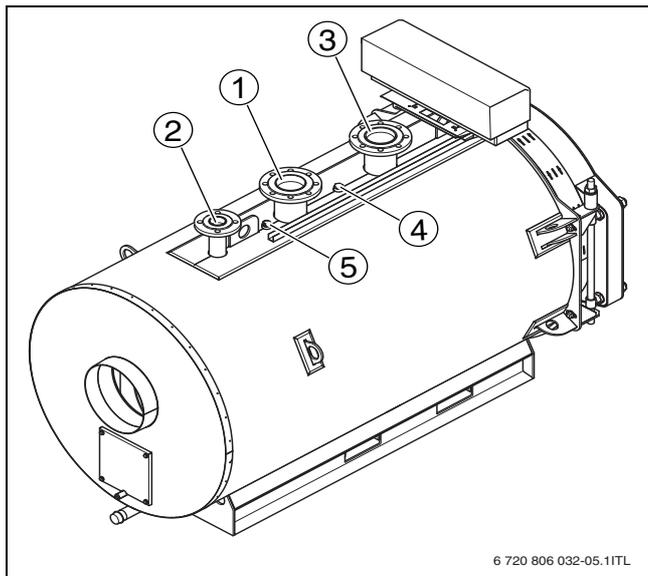
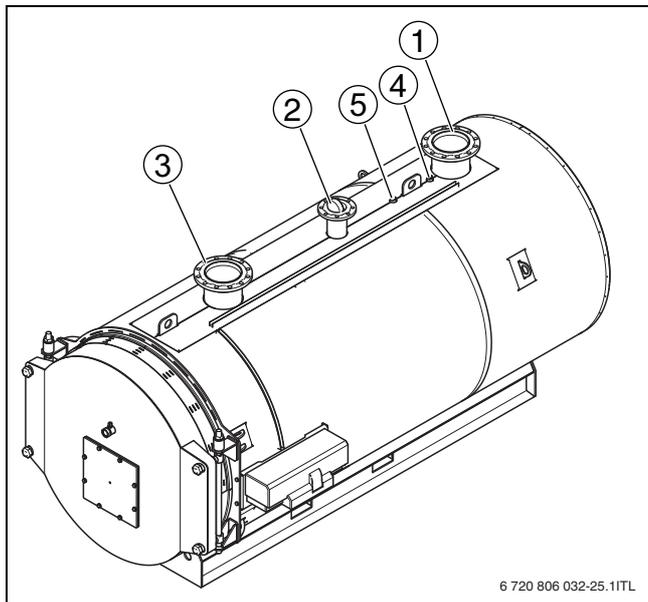

Рис. 14 Котёл Logano 120 - 1200 кВт (слева = задняя сторона котла)
Рис. 15 Котёл Logano 1400 - 1850 кВт (слева = передняя сторона котла)
- ▶ Подсоедините обратную линию системы отопления к месту её подключения на котле (→ рис. 14 и рис. 15, стр. 18, [3]).
- ▶ Подсоедините подающую линию системы отопления к месту её подключения на отопительном котле (→ рис. 14 и рис. 15, [1]).
- ▶ Закрепите предохранительный клапан четырьмя винтами на подключении предохранительной линии VSL (→ рис. 14 и рис. 15, [2]).